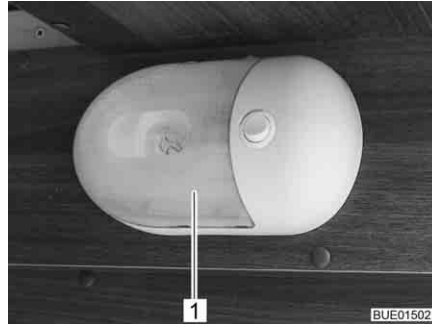

Fig. 276 Lámpara de garaje
- Comprimir la cubierta transparente (Fig. 276,1) con precaución de ambos lados, retirarla ligeramente del interruptor y quitarla hacia delante.